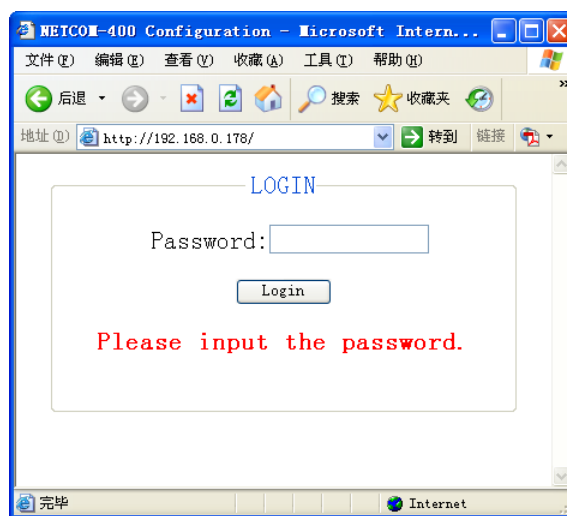
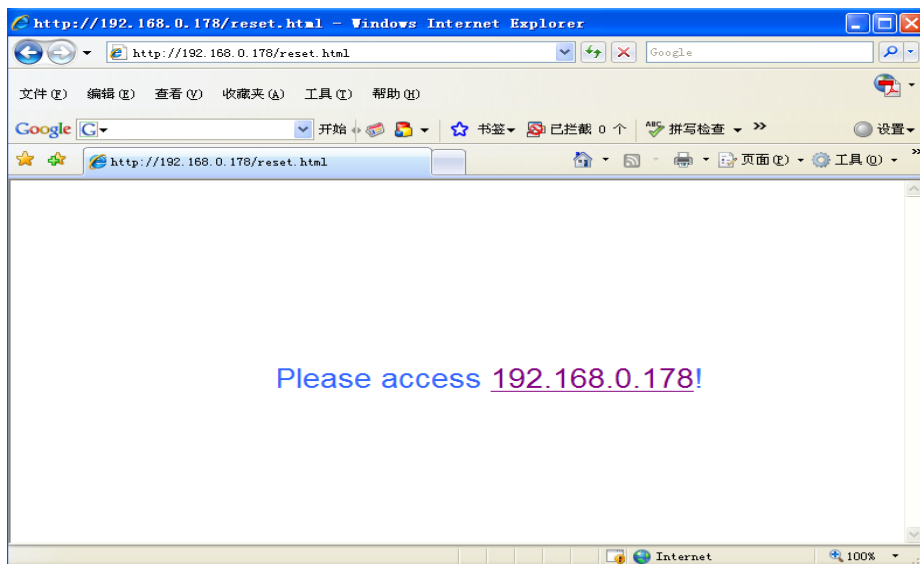

图 7.2 Web 配置登录界面
图 7.7 重启设备
打开 IE 浏览器，在地址栏输入 ZNE-100TL+模块 IP 地址①，出现如图 7.2 所示的登录界面。
点击 **reset device** 重新重启设备，并出现如图 7.7 所示的页面。点击网页中带下划线的 IP 地址即可打开如图 7.2 所示的登录界面。